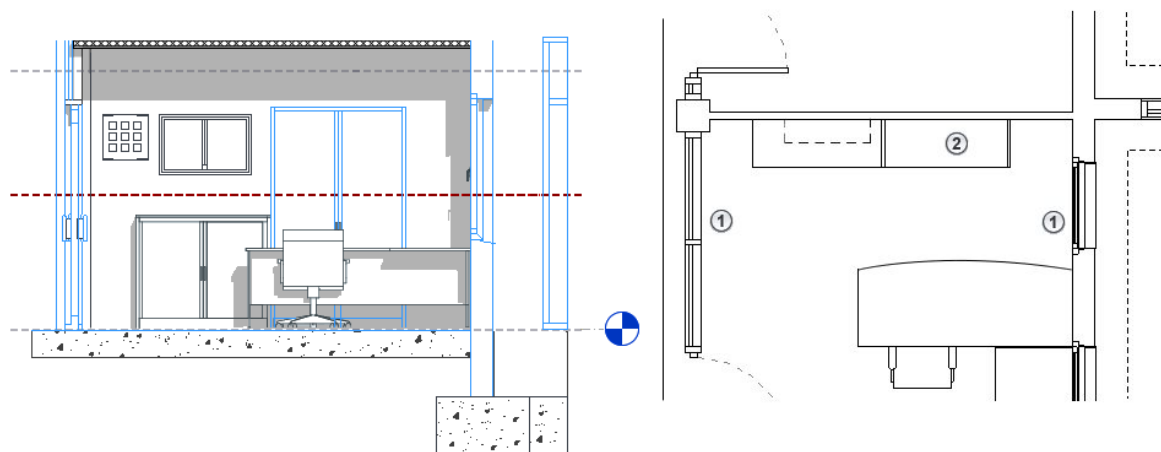

Рисунок 3.18. Пример невырезаемых элементов
На следующем виде фасада элементы (рисунок 3.18), пересекающие секущую плоскость, выделены синим цветом. На виде в плане справа обозначено: ① – элементы, создаваемые с применением веса линий разреза (стены, дверь и окно); ② – невырезаемые элементы, создаваемые с применением веса линий проекции (шкафы).